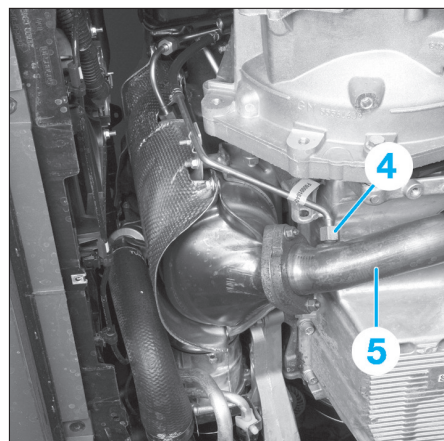

Fig. 24
- le tube de pression (4) (Fig.24),
- le tube d'échappement (5).